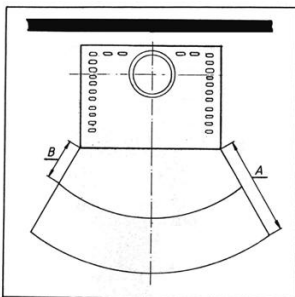

Bild 4
Im Sichtbereich (Strahlungsbereich) des Feuers muss zu brennbaren Bauteilen, Möbel oder auch z.B. zu Dekostoffen ein Abstand von mindestens **80 cm (A)**, gemessen ab Vorderkante Feuerraumöffnung eingehalten werden. Der Sicherheitsabstand reduziert sich auf **40 cm (B)**, wenn ein belüfteter Strahlungsschutz vor das zu schützende Bauteil montiert wird (Beispiel siehe Abb. 4)